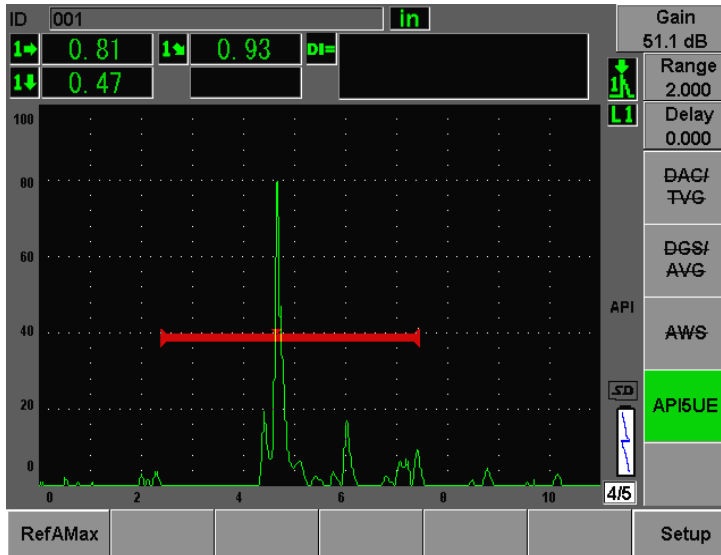

図 12-25 A_{\max} ポイントの保存
5. **[P1] RefAMax** を押して、 A_{\max} 点を保存し、**[P1]** を押して確認します (270 ページ図 12-25 参照)。